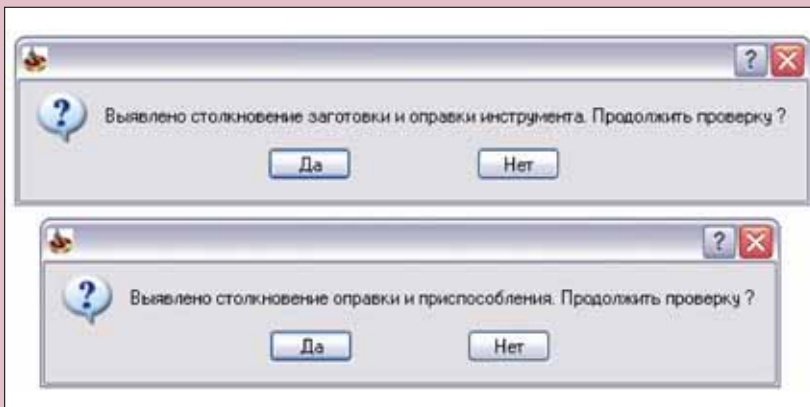

Рис. 12
*Проверка на столкновение* — в процессе визуализации выявляет возможные коллизии между различными участвующими в обработке компонентами (инструмент, оправка, заготовка, крепежное приспособление). При возникновении коллизий в процессе визуализации на экран будут выводиться соответствующие предупреждения (рис. 12).